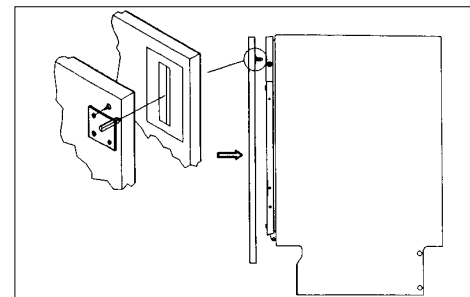
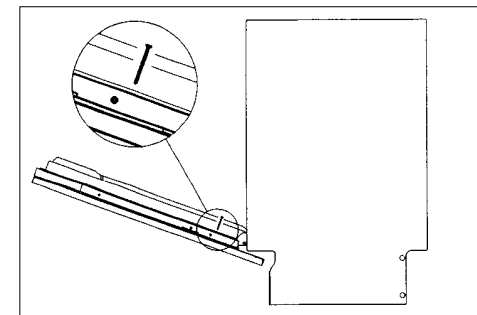

fig. 14a
fig. 14b
- Fixez le panneau sur la porte du lave-vaisselle en enfonçant les goupilles supérieures (voir fig. 14a) qui se trouvent dans les encoches de la partie en plastique. Faites glisser le panneau légèrement vers le haut. Fixez le panneau en vissant à partir de l'intérieur, comme il est indiqué à fig. 14b.